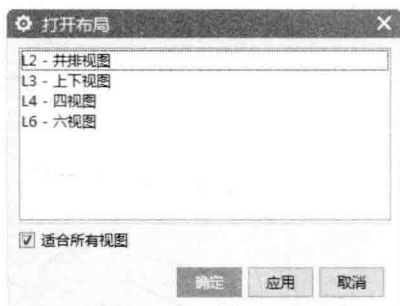

图 1-5 “打开布局”对话框
2) 打开视图布局。选择【菜单】→【视图】→【布局】→【打开】命令，弹出如图 1-5 所示的“打开布局”对话框，该对话框用于选择要打开的某个布局，系统会按该布局的方式来显示图形。